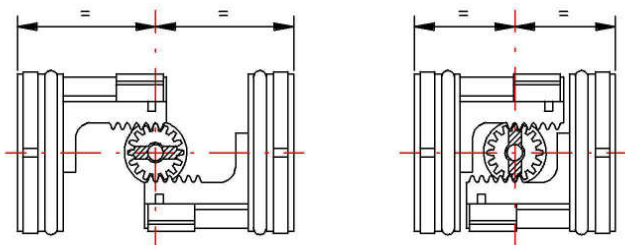

Рис. 32-А
**12в** - Убедитесь, что поршни находятся «в фазе», то есть имеют сцепку с приводным поршнем, см. Рис. 32-А, 32-В.